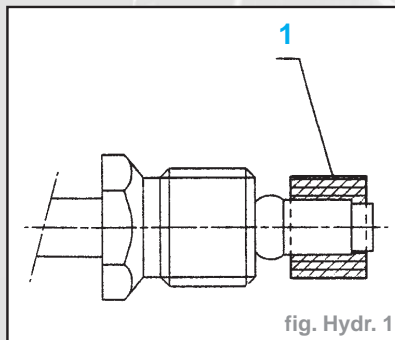

fig. Hydr. 1
- Mettre en place la garniture (1) humectée avec du LHM, sur le tube (fig. Hydr. 1).